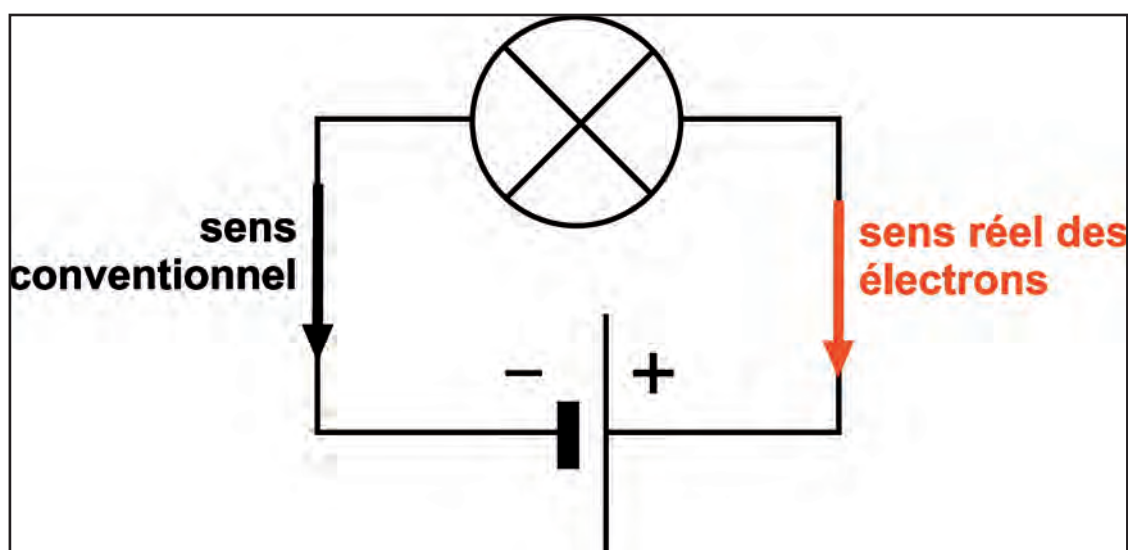

Fig 6
- Le sens réel du courant électrique dans les métaux est de la borne - du générateur vers la borne +. C'est donc le sens inverse du sens conventionnel (figure 6).